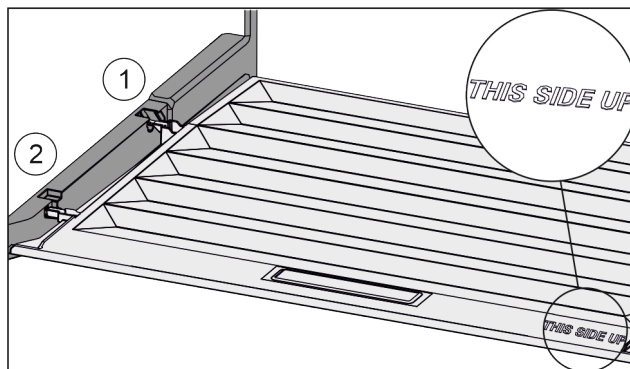

Fig. 85
- ▶ Introduzca los nervios de la tapa por la abertura del soporte trasero Fig. 85 (1) y encájelos por delante en el soporte Fig. 85 (2).